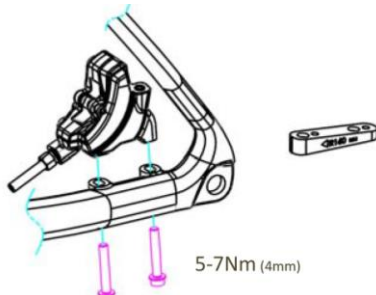

Figura D-2 Alinear la pinza trasera con los orificios de montaje de la horquilla.
- Acople la pinza a la horquilla o al cuadro mediante dos tornillos de montaje, pero no apriete completamente todavía. (Figura D-2)